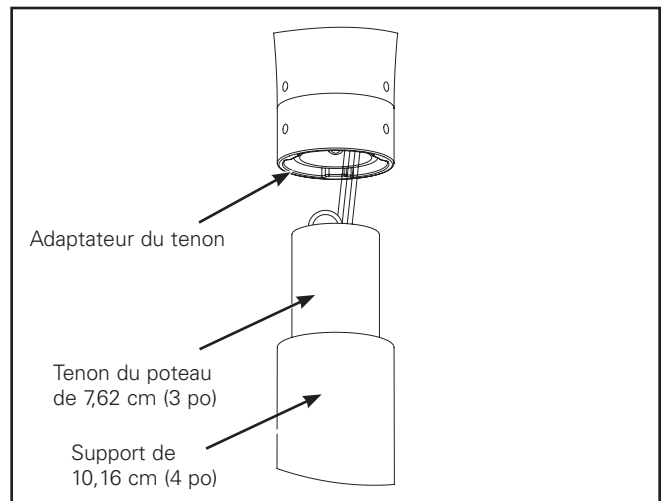

Figure 2.
4. Faites glisser le luminaire sur le tenon pour l'ajuster (figure 2).